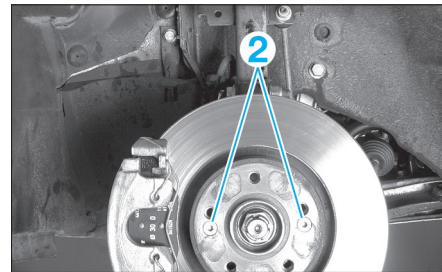

FIG. 11
- Déposer les deux vis de fixation (2) du disque et le déposer (fig. 11).